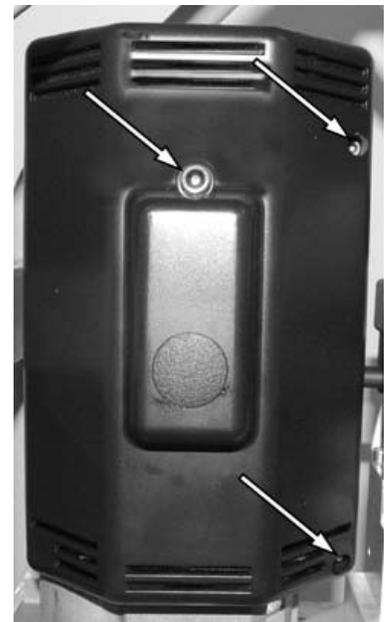

Figura 21.
2. Consulte la figura 21. Retire los tres tornillos de la cubierta del motor.